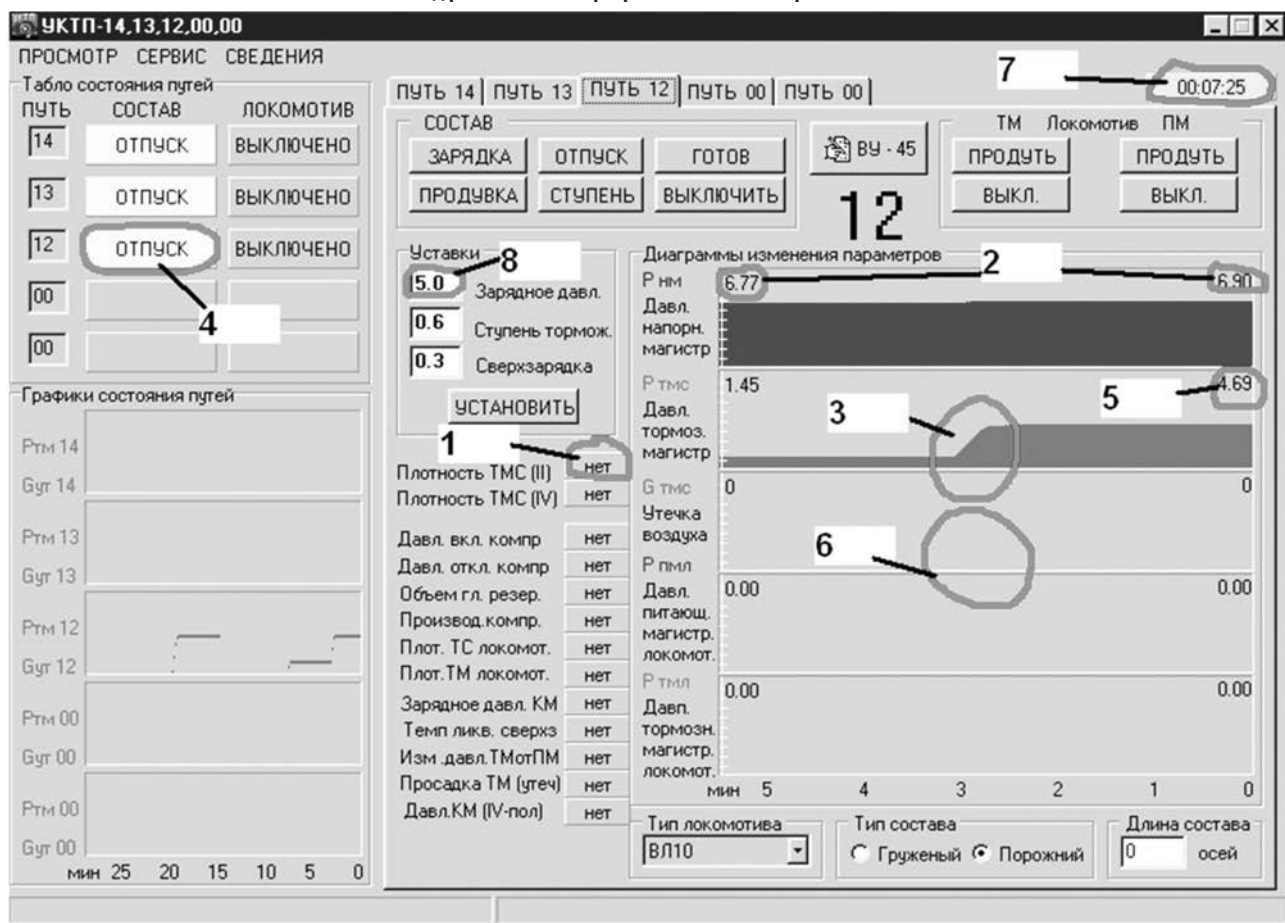

Рис. 9. Вид рабочего окна программы УКТП в режиме «ОТПУСК»
- при установке в окне СОСТАВ режима «ОТПУСК» на табло состояния путей (верхний левый угол, рис. 9) загорается надпись «ОТПУСК», (рис. 9, поз. 4);
- появляется скачок на диаграмме давления тормозной магистрали $P_{\text{тмс}}$, (рис. 9, поз. 3) от давления продувки до зарядного давления 4,9–5,1 кгс/см² (рис. 9, поз. 5, 8). Отсутствие скачка на диаграмме $P_{\text{тмс}}$ или недостаточное давление менее 4,9–5,1 кгс/см² является признаком неисправности установки. Пример показан на рисунке 9: зарядное давление составляет 4,69 кгс/см², что меньше 4,9–5,1 кгс/см², следовательно установка имеет сбой в работе;
- давление напорной магистрали $P_{\text{нм}}$ (рис. 9, поз. 2) должно быть в пределах 6,5–9,0 кгс/см²;
- плотность ТМС (II) для установки УКТП — должна быть надпись «Нет» (рис. 9, поз. 1), так как состав не подключен к ПК, наличие любого другого значения свидетельствует о возможной неполадке датчика учета плотности или сбое в программе установки (рис. 9);
магистралаи $P_{\text{ТМС}}$, (рис. 9, поз. 3) скачка утечки на диаграмме утечки воздуха $G_{\text{ТМС}}$ не должно наблюдаться.